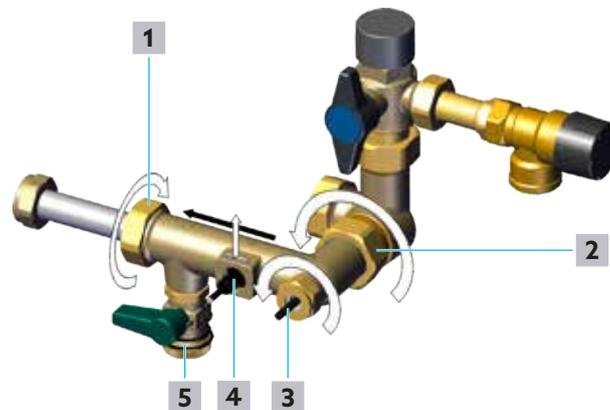

Fig. 5: Nettoyage de la turbine de mesure
- 8 Desserrer l'agrafe du capteur de débit (position **4** sur la Fig. 5 en page 27) et la mettre de côté.
- 9 Desserrer l'écrou d'accouplement du capteur de température - Eau potable froide/bouclage d'E.C.S. S3 (position **3** sur la Fig. 5 en page 27).
- 10 Retirer avec précaution le capteur de débit - Circuit E.C.S. (position **4** sur la Fig. 5 en page 27) et le capteur de température - Eau potable froide/bouclage d'E.C.S. S3 (position **3** sur la Fig. 5 en page 27) de la robinetterie.
- 12 Desserrer l'écrou d'accouplement - Aller eau potable froide (position **2** sur la Fig. 5 en page 27) à l'aide d'une clé plate de 38 mm.
- 13 Desserrer l'écrou d'accouplement - Côté échangeur de chaleur (position **1** sur la Fig. 5 en page 27) à l'aide d'une clé plate de 37 mm.
- 3 Desserrer l'agrafe du capteur de débit (position **4** sur la Fig. 5 en page 27) et la mettre de côté.